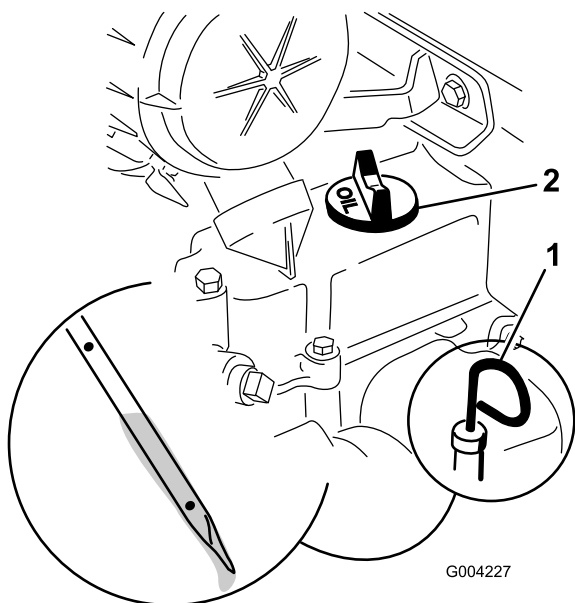

Рисунок 32
4. Очистите область вокруг масломерного щупа (Рисунок 32).
5. Вытяните масломерный щуп и вытрите металлический конец начисто (Рисунок 32).
6. Вставьте щуп в масломерную трубку до упора (Рисунок 32).
8. Если уровень масла слишком низкий (ниже отверстия в нижней части), очистите область вокруг крышки маслозаливной горловины и снимите крышку (Рисунок 32).
6. Снимите крышку маслозаливной горловины (Рисунок 32) и медленно залейте примерно 80% от указанного количества масла через крышку клапана.
9. Снимите крышку маслозаливной горловины (Рисунок 32) и медленно залейте примерно 80% от указанного количества масла через крышку клапана.